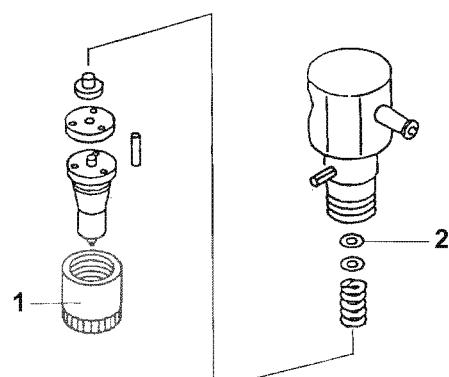

Рис. 44
1. Снимите корпус форсунки (Рис. 44, (1)).
2. Увеличьте расстояние на величину T с помощью регулировочной подкладки (Рис. 44, (2)) на основании результатов измерения давления P, выполненного с помощью специального тестера.